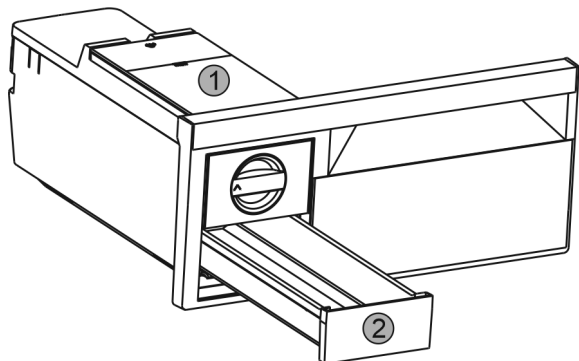

Fig. 62
- ▶ Извлечь бак для воды Fig. 62 (1) и выдвижной ящик для производства кубиков льда Fig. 62 (2).